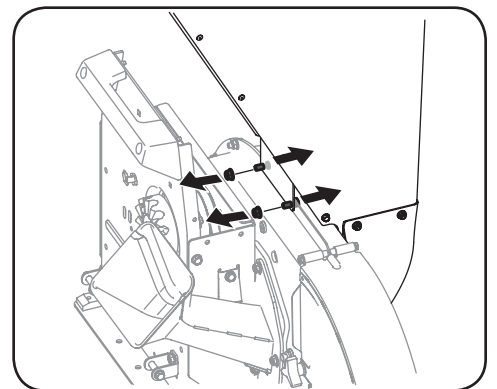

Figura 5-13
3. Saque las dos tuercas con reborde (y los pernos hexagonales) que sujetan el soporte de la tolva a la caja del motor. Guarde los herrajes. Vea la Figura 5-13.